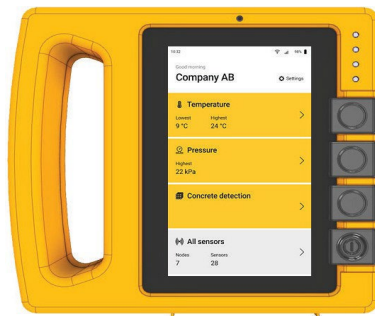

Fig. 04
11. Accendere l'Hub ISC. (Fig. 04)